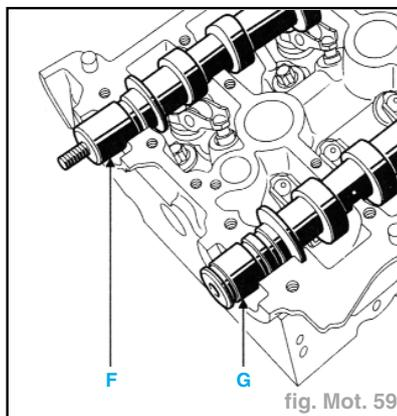

fig. Mot. 59
- Les arbres à cames s'identifient par les fixations des poulies (fig. Mot 59).